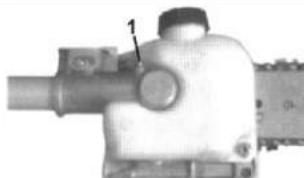

Fig.PP16
4. Lubrique la caja de engranajes Para ello, primero extraiga la caja de engranajes del tubo exterior superior de la forma siguiente (véase la Fig.PP16):